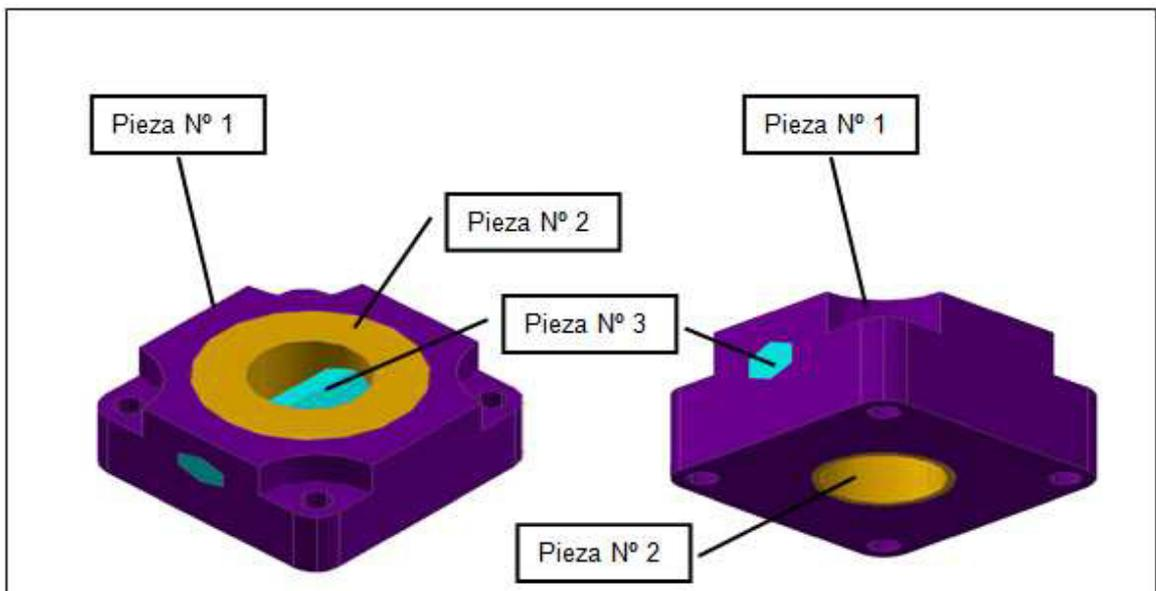

Figura 1. Soporte de eje
- a) Para realizar el modelado tridimensional del “Soporte de Eje” que se muestra en la Figura 1, se trabajará simultáneamente con las 3 piezas, generando sólidos básicos que se irán combinando entre sí a través de los comandos de edición UNION, DIFERENCIA, GIRO 3D, entre otros. Para esto se crearán 3 capas distintas para cada sólido de colores distintos (en este caso los colores tienen la única función de distinguir una pieza de otra y no se relacionan con el espesor de trazado) y una cuarta capa para eventuales líneas auxiliares.